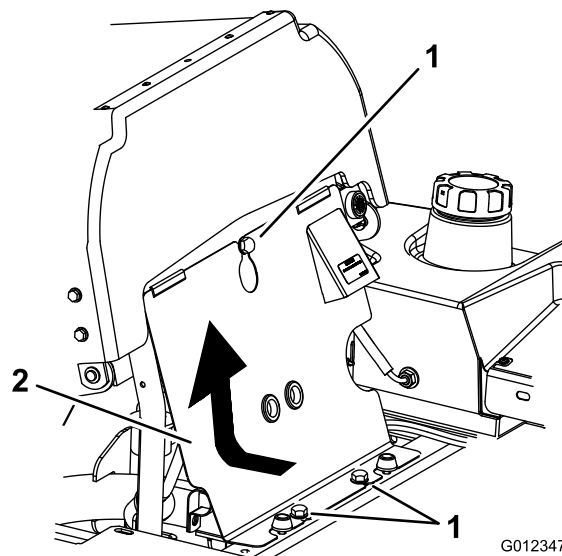

Figura 66
- Inclinate il sedile in avanti, allentate i bulloni e togliete il pannello anteriore del motore (Figura 66).